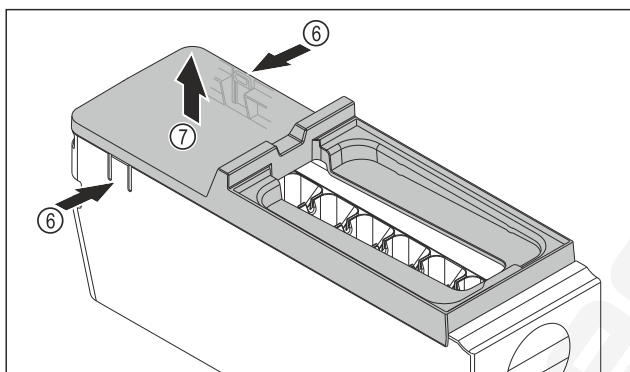

Fig. 142
- Vegye le az EasyTwist-Ice egység testének fedelét: Nyomja meg az egyik kezével a füleket Fig. 142 (6) az EasyTwist-Ice egység testének mindkét oldalán.
- Vegye ki a fedelet Fig. 142 (7) a másik kezével felfelé.